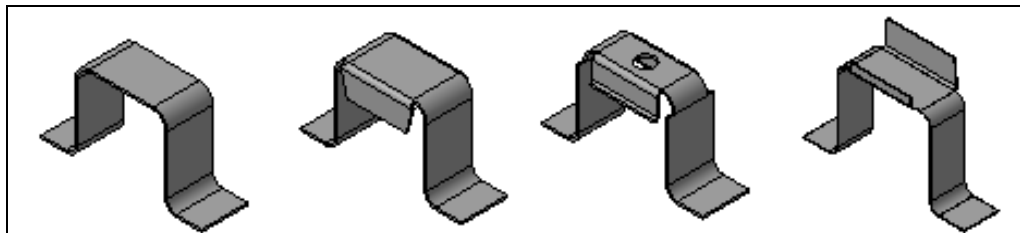

Рис. 22.16. Варианты моделей
- ◆ обратите внимание на фантом сгиба. Для фиксации листовой детали нажмите кнопку **Создать объект**. Создайте аналогичный сгиб на другой стороне. Сохраните модель под именем Скоба 01. Варианты построения моделей скобы показаны на рис. 22.16 и находятся в папке Модели 3D к урокам на прилагаемом компакт-диске.